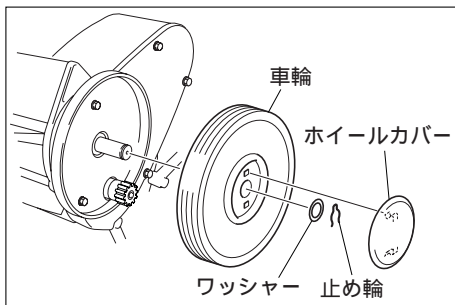

図22
1. マイナスドライバー等を使用し、左側車輪のホイールカバーを外す。(図22)
2. 車軸の先端にはめてある止め輪を外してワッシャー、車輪を取り外す。(図22)